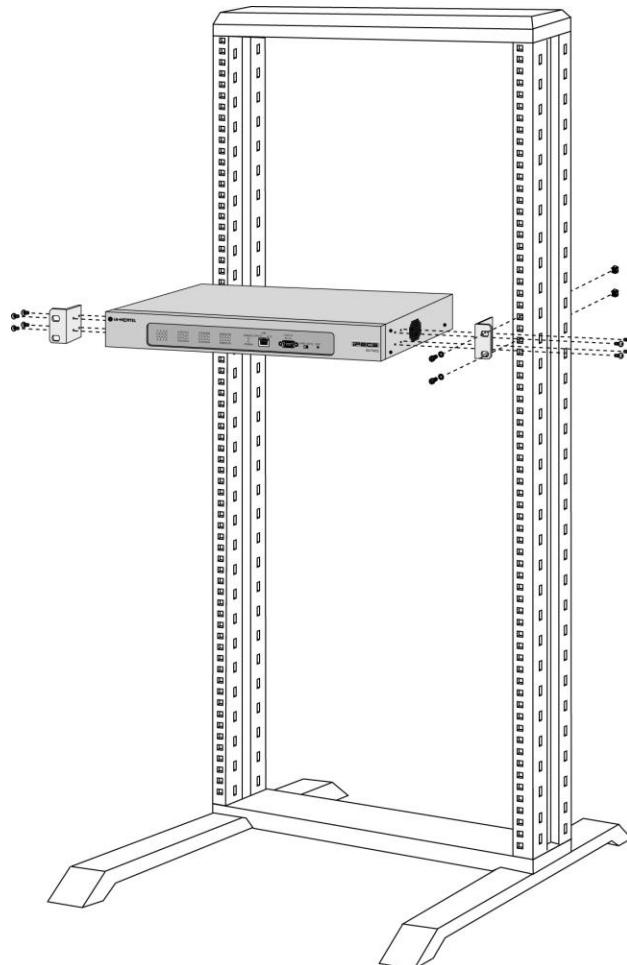

Рис. 4.5.10-1 Установка модуля SLTM32 в 19"-стойку
- Присоедините к модулю SLTM32 левый и правый монтажные кронштейны при помощи восьми крепежных винтов из монтажного комплекта, см. Рис. 4.5.10-1.
- Закрепите модуль при помощи четырех винтов, гаек и шайб, см. Рис. 4.5.10-1.